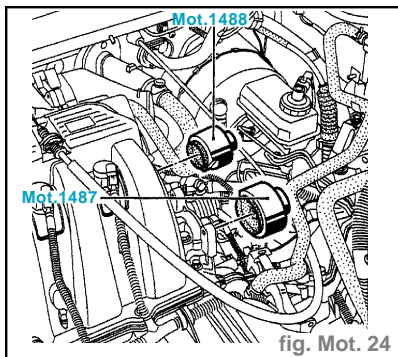

fig. Mot. 24
- les bouchons d'étanchéité neufs (fig. Mot. 24) :